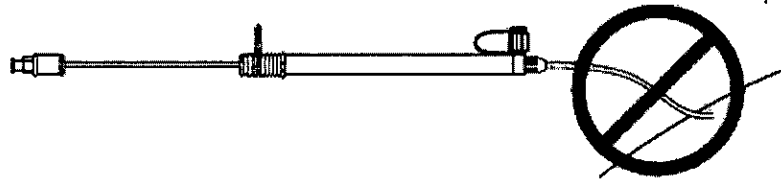

Fig. 5
- a) Enderezar la parte proximal del sistema de implantación tanto como sea posible (**Fig. 5**)